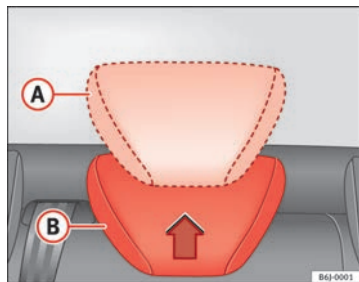

Fig. 5 Regolazione dei poggiatesta posteriori
- Posizione sollevata o di utilizzo **(A)** ⇒ fig. 5. In questa posizione il poggiatesta agisce come un poggiatesta convenzionale, assumendo, assieme alla cintura di sicurezza, una funzione di protezione per il passeggero del sedile posteriore.
- Posizione di riposo, non in uso **(B)** ⇒ fig. 5. Questa posizione permette una buona visibilità posteriore al conducente.